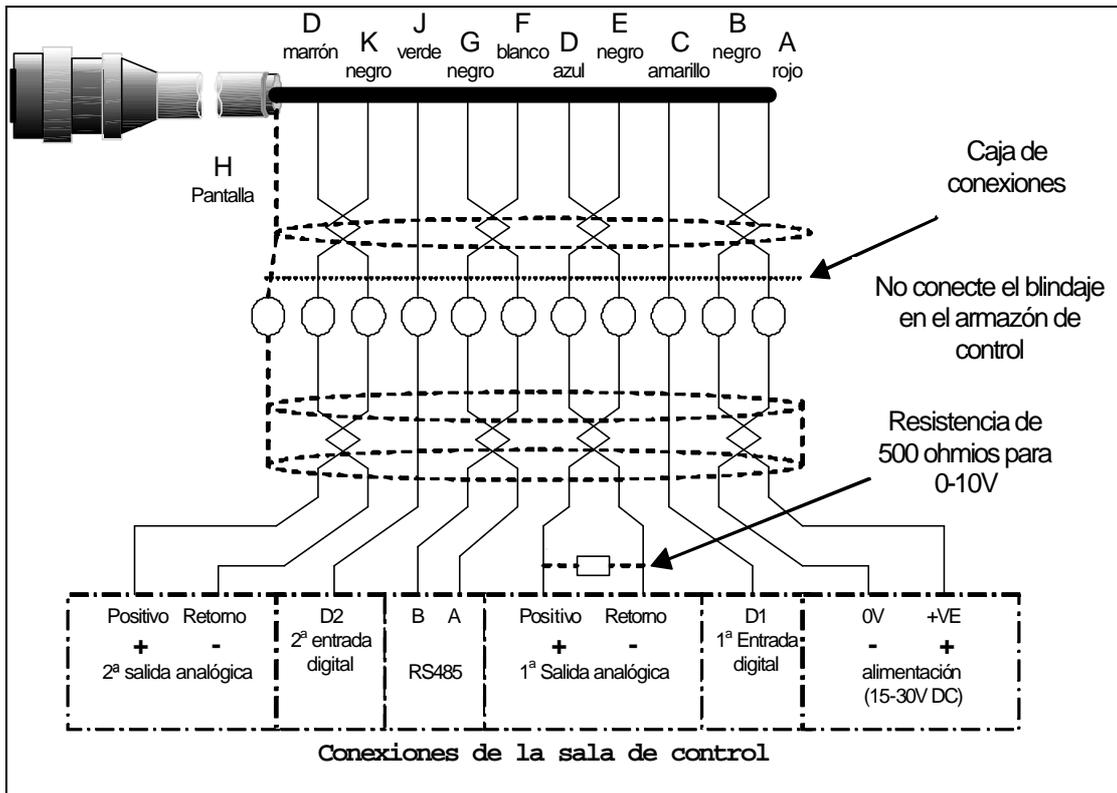

Figura 24 – Conexión del (0090^a) cable del sensor
- 0 – 20 mA Este valor se puede configurar como una salida de voltaje 0 – 10 V DC si se conecta una resistencia de 500 ohmios en los cables de salida analógica y de retorno (véase la Figura 24)